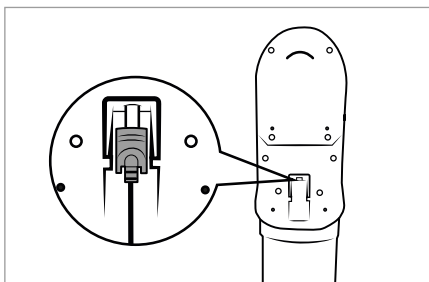

Fig. 8
- ▶ Aspiratorul poate fi încărcat și direct prin intermediul adaptorului de rețea **10**. Pentru aceasta, scoateți conectorul-tată **11** din suportul pentru perete **18** printr-o mișcare ușoară de rotire și introduceți-l în mufa **3** de la aparat (a se vedea fig. 8).